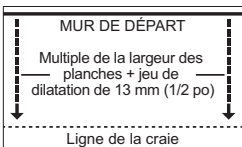

Figure 7
- À au moins deux endroits à 46 cm (18 po) du coin, mesurer une distance égale du mur de départ (Figure 7). La mesure doit être un multiple de la largeur des planches, auquel on ajoute 19 mm (3/4 po) (sans la largeur de la languette) et tracer une ligne droite à la craie. Prévoir un jeu de 13 mm (1/2 po) pour les planchers flottants. Passer à l'étape 3 : pose avec agrafes ou attaché mécaniques, par collage ou flottante.